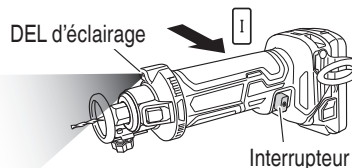

Fig. 13
- Comment utiliser la DEL d'éclairage. (Fig. 13)